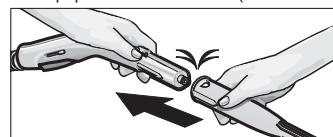

Abb. 1: Aufstecken von Zubehör auf die Dampfpistole
- Verbinden Sie das gewünschte Zubehörteil (C1,D1) mit der Dampfpistole (B1). Stecken Sie dazu das rohrförmige Ende des Zubehörteiles auf die Dampfpistole (B1). Schieben Sie das Zubehörteil dann soweit auf die Dampfpistole, bis die Entriegelungstaste (B3) der Dampfpistole einrastet (siehe Abb. 1).